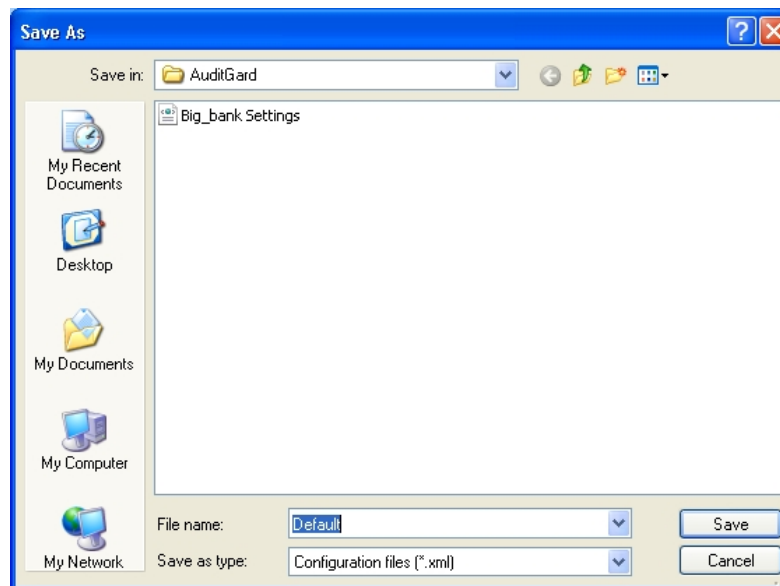

Abbildung 19
2. Benennen Sie die Datei, und klicken Sie auf die Schaltfläche **Save** (Abbildung 19).